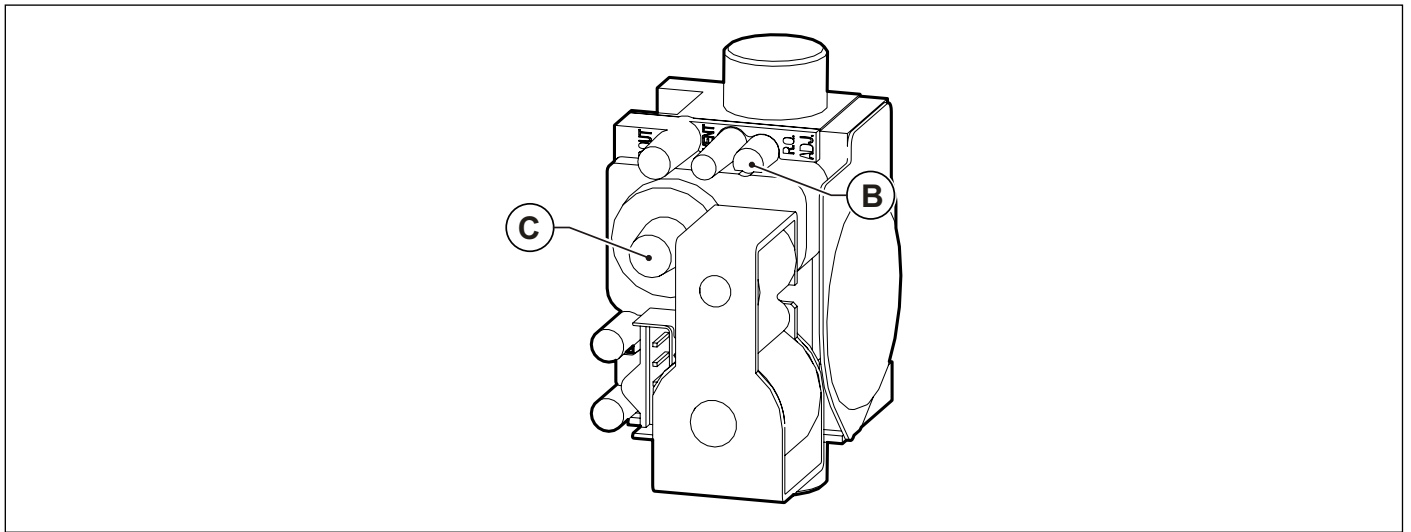

Рис. 26 Регулювання концентрації вуглекислого газу
- Відрегулюйте рівень вмісту вуглекислого газу (CO₂) в димових газах за допомогою відповідного регулятора **B** (дивись Рис. 26 Регулювання концентрації вуглекислого газу) та переконайтеся, що його значення знаходиться у межах, вказаних в Таб. 13 Вміст CO₂ в димових газах. Не виключаючи режим "сажотрус", перейдіть до наступного етапу - регулюванню на мінімальній потужності.
- Відрегулюйте рівень вмісту вуглекислого газу (CO₂) в димових газах, обертаючи гвинт «offset» **C** (дивись Рис. 26 Регулювання концентрації вуглекислого газу) та переконайтеся, що його значення знаходиться у межах, вказаних в Таб. 13 Вміст CO₂ в димових газах.